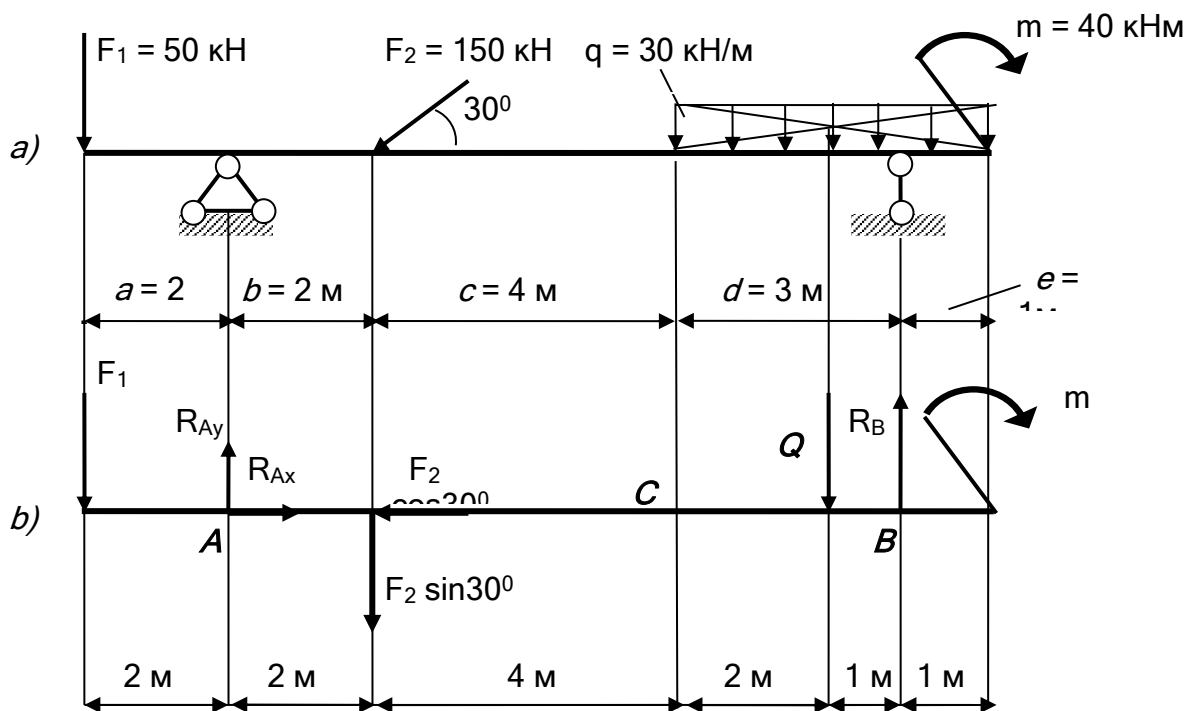

Рис. 1
За даною схемою (рис. 1,а) навантаження балки АВ визначити реакції її опор.
1. Балку звільняємо від опор, замінюючи останні реакціями  $R_{Ax}$ ,  $R_{Ay}$  та  $R_B$  (рис. 1, в).